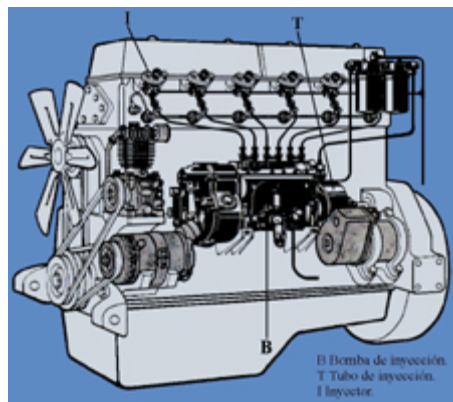

Fig. 20
- **Circuito de alta presión (fig. 20)**